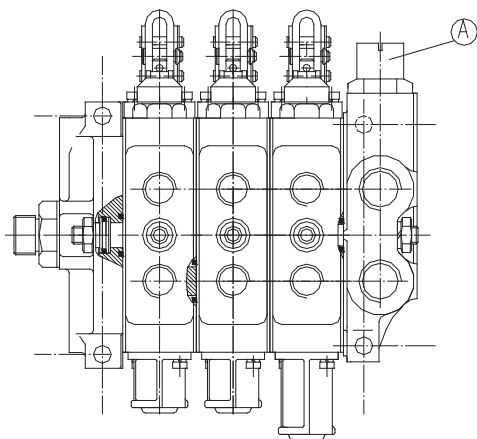

图 4-36 多路阀
液压输出可由操作输出阀上螺钉①实现单作用液压输出或双作用液压输出(见图 4-36)。把螺钉①拧松退出,可以实现单作用的液压输出;反之,将螺钉①完全拧入,可实现双作用的液压输出;拖拉机出厂前为双作用。